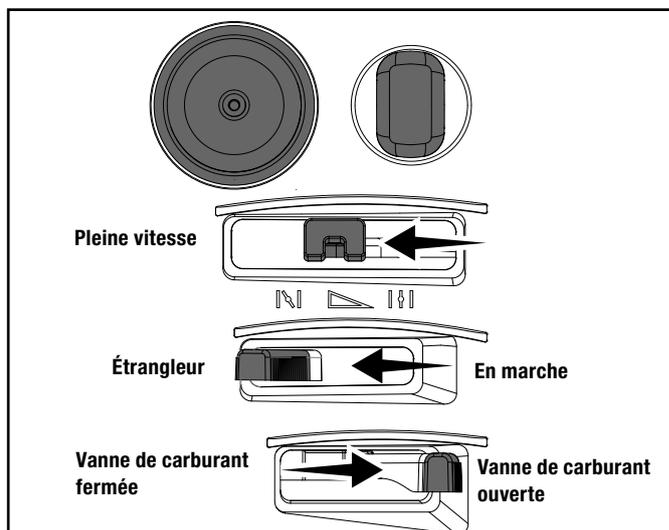

Figure 15
3. Pour démarrer un moteur froid : (figure 15).